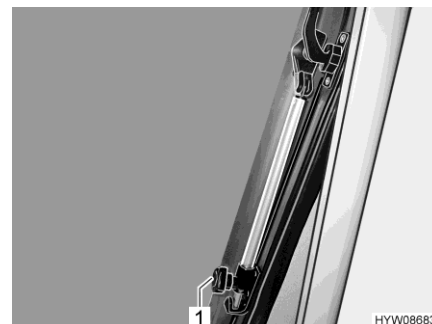

Fig. 39 Deflettori a rotazione (oblò panoramico)
- Aprire l'oblò panoramico fino alla posizione desiderata e fissarlo mediante il pomello zigrinato (Fig. 39,1).
- Ruotare il pomello zigrinato (Fig. 39,1) fino a che l'arresto viene sbloccato.